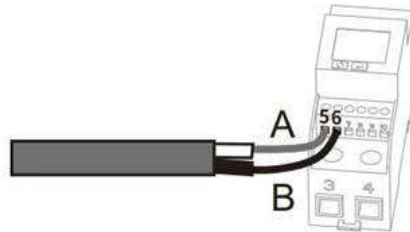

Abb. 29. Verbindung zum Smart Meter
8. Anderes Kabelende mit Aderendhülse bestücken und an die Kontakte des Smart-Meters anklemmen. Schraubendreher Typ: PH0, Drehmoment: 0.7Nm. Siehe Abb. 29.